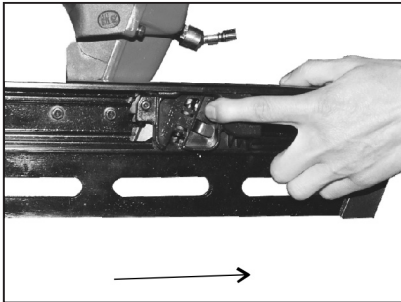

Bild 6
- A. För magasinet bakåt så långt det går tills den spärras (se bild 6).